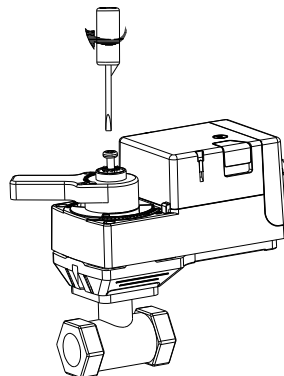

图 6
- 将附件螺杆及防滑垫片装入后拧紧螺杆, 见图 6, 即完成球阀执行器与阀体的连接。